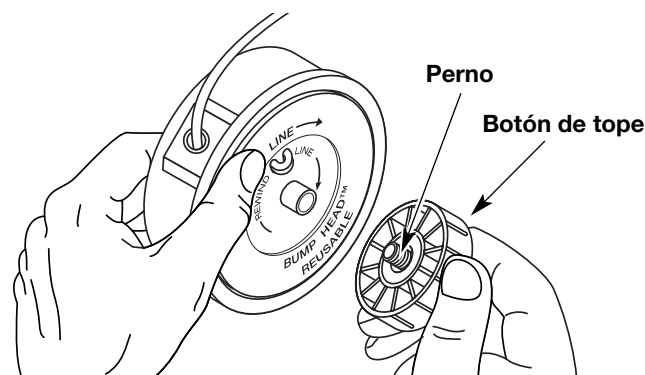

Fig. 12
1. Sostenga la bobina exterior con una mano y desenrosque el botón de tope en sentido antihorario (Fig. 12). Inspeccione el perno de adentro de el botón de tope para verificar que se mueva con libertad. Cambie el botón de tope si está dañado.
1. Sostenga la bobina exterior con una mano y desenrosque la perilla percusiva en sentido antihorario (Fig. 12). Inspeccione el perno dentro del botón de tope para verificar que se mueva con libertad. Cambie el botón de tope si está dañado.